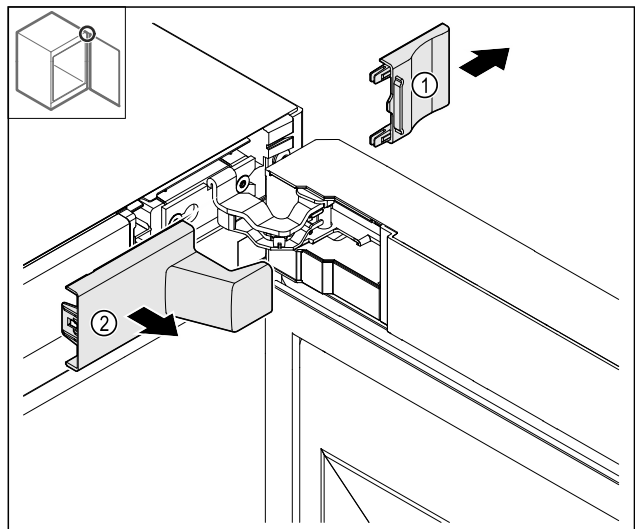

Fig. 15
- Abdeckung Fig. 15 (1) und dann Fig. 15 (2) entfernen.